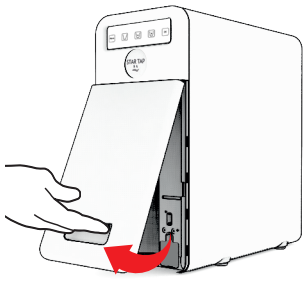

Fig. 1-13
42.1 - Estrarre lo sportello frontale in plastica riponendolo in posizione di sicurezza, vedi Fig.1-13.